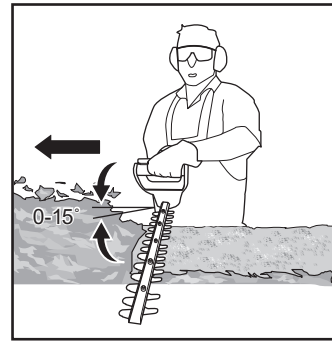

Fig. 7
6. Tras cortar ambos lados, continúe con la parte superior. Intente mantener el dispositivo con una inclinación de 15°, aproximadamente, con respecto a la superficie de corte (Fig. 7).